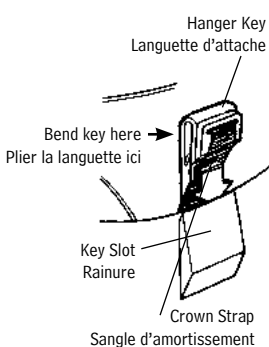

Figure 1
- Bending the hanger key outward at hinge, insert key into respective key slot (Figure 1). Push key firmly until it locks into place. Repeat for each hanger key.
- Plier la languette d'attache vers l'extérieur au niveau de la charnière; insérer la languette dans la rainure (Figure 1). Pousser fermement la languette jusqu'à ce qu'elle se verrouille bien en place. Répéter la marche à suivre pour chaque languette d'attache.